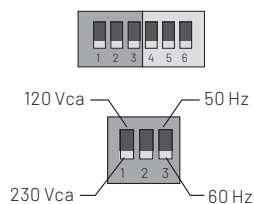

Figure 8: Commutateurs DIP
**Commutateur DIP 1 - 120 / 230Vca :** Voir la figure 8. S'il est ALLUMÉ, l'appareil est configuré pour fonctionner avec une pompe à 120 Vca ; s'il est ÉTEINT, l'appareil est configuré pour 230 Vca.